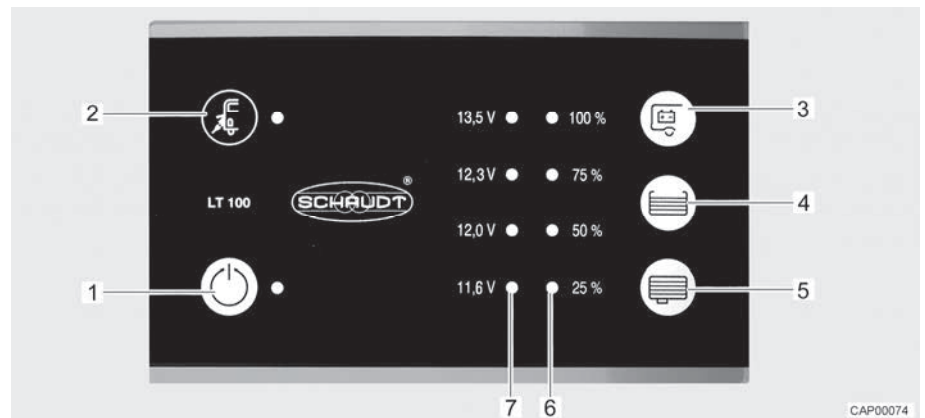

Fig. 50 Panneau de contrôle (LT 100)
La DEL jaune près du symbole de raccordement électrique "⚡" (Fig. 50,2) est allumée quand le véhicule est raccordé à une tension réseau externe. La DEL reste allumée quand le panneau de contrôle est éteint.
L'interrupteur principal 12 V (Fig. 50,1) établit ou coupe le panneau de contrôle et l'alimentation 12 V de la cellule.
- Appuyer sur l'interrupteur "⏻" (Fig. 50,1) : L'alimentation 12 V de la cellule est assurée. La DEL s'allume en vert.
- Appuyer de nouveau sur l'interrupteur "⏻" (Fig. 50,1) : L'alimentation 12 V de la cellule est coupée. La DEL s'éteint.
L'échelle DEL (Fig. 50,7) indique la tension de la batterie de cellule comme suit :
- Appuyer sur la touche "  " (Fig. 50,3) : La tension de la batterie de cellule est affichée.
L'échelle DEL (Fig. 50,6) indique le niveau de remplissage du réservoir d'eau fraîche ou de celui d'eaux usées.
Appuyer sur la touche " " (Fig. 50,4) : Le niveau de remplissage du réservoir d'eau fraîche est indiqué par les DEL allumées.
Appuyer sur la touche " " (Fig. 50,5) : Le niveau de remplissage du réservoir d'eaux usées est indiqué par les DEL allumées.